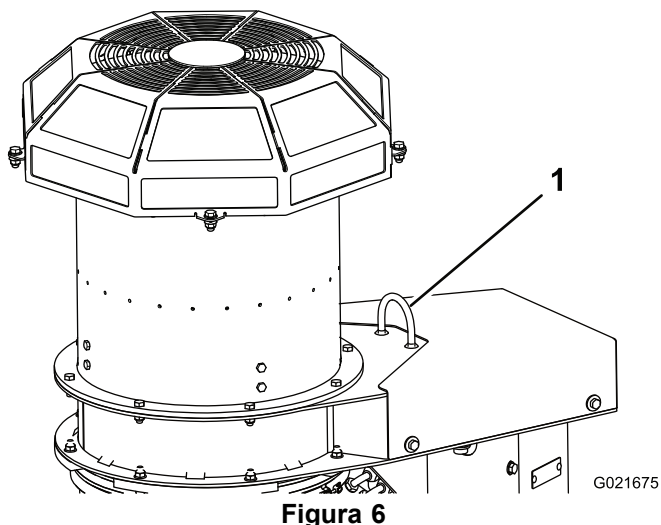

Figura 6
6. Rimuovete la cinghia dal pallet e fissatela all'anello di sollevamento sul soffiatore (Figura 6). Sollevate il soffiatore fino a che la cinghia non sia ben tesa.